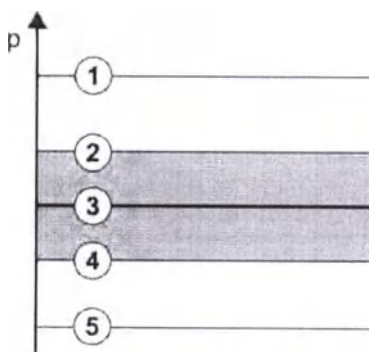

Рис. 5-21 Диапазоны давления
Давления контролируются с использованием окон диапазона (серая область на Рис. 5-21), которые определяются на основании соответствующего расстояния между фактическим значением ③ и нижним ④ и верхним ② пределами (значения мин./макс. коэффициента дельта). Сумма этих двух расстояний дает ширину окна диапазона, то есть в примере на Рис. 5-20: $70+70=140$ (мм рт.ст.).